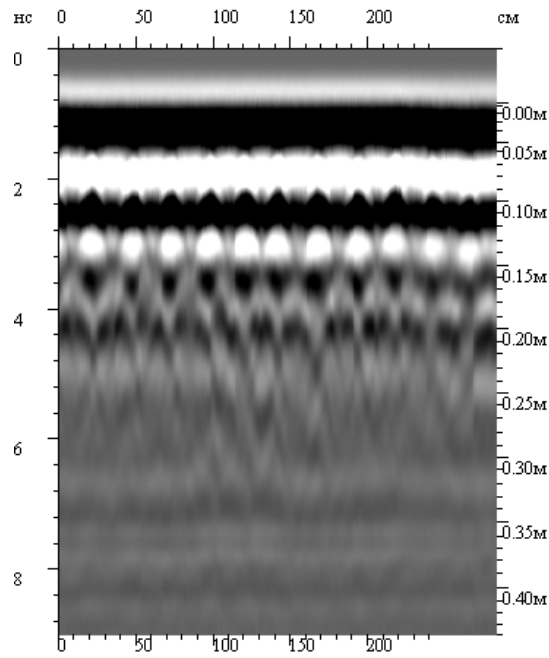
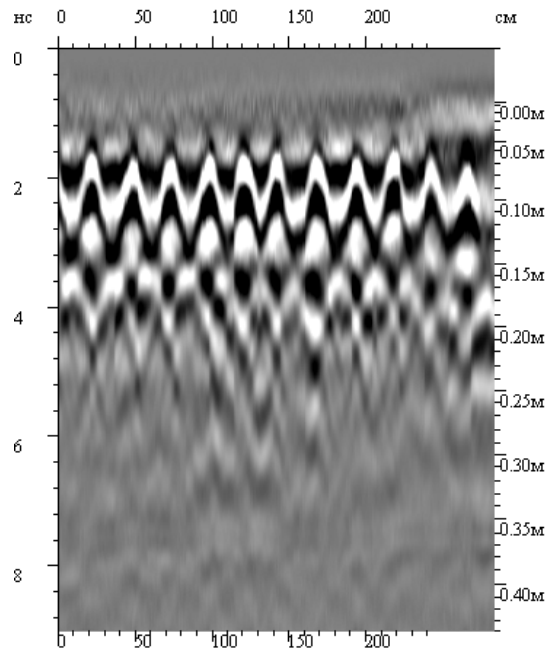

Рисунок 4.6.9 Отражения от арматуры, замаскированные сигналом прямого прохождения.
Рисунок 06.10 Отражения от арматуры после применения опции "Вычитание среднего".
1. В случае, когда объекты располагаются в непосредственной близости от поверхности зондирования, на радарограмме сигнал прямого прохождения маскирует отражения от подобных объектов. Для исключения маскирующего эффекта сигнала ПП необходимо нажать кнопку **Sub** на панели инструментов главного окна программы, активизирующую опцию «Вычитание среднего». Горизонтальные оси синфазности, проходящие через весь профиль, в том числе и сигнал прямого прохождения, будут удалены (см. Рисунок 4.6.9 и Рисунок 06.10).